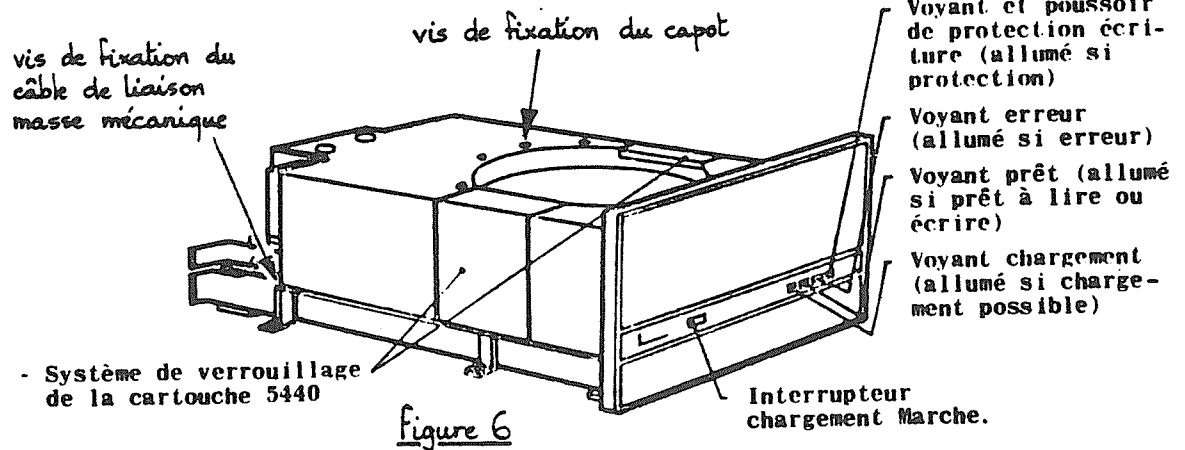

Figure 6
- Le disque étant complètement sorti hors de l'armoire (fig. 4), démonter la partie arrière du capotage supérieur du disque en démontant les 4 vis Allen de fixation à la cuvette de réception de la cartouche et les deux câbles de liaison masse mécanique (Fig. 6)